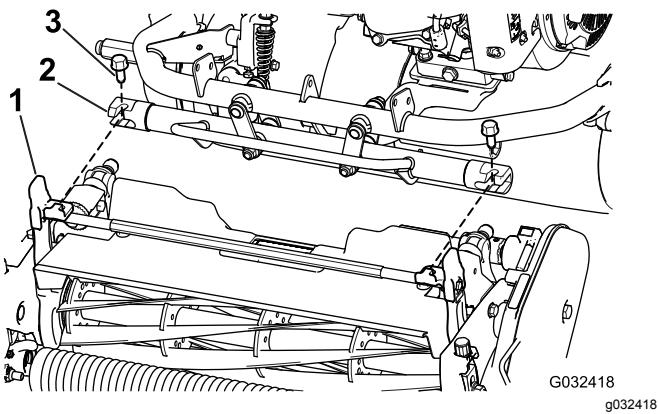

Figura 7
4. Spostate il telaio della macchina in avanti fino a determinarne l'innesto sui bracci girevoli dell'apparato di taglio Figura 7.
5. Fissate il telaio della macchina ai bracci girevoli dell'apparato di taglio con i 2 bulloni ($\frac{3}{8}$ " x $\frac{3}{4}$ ") (Figura 7).